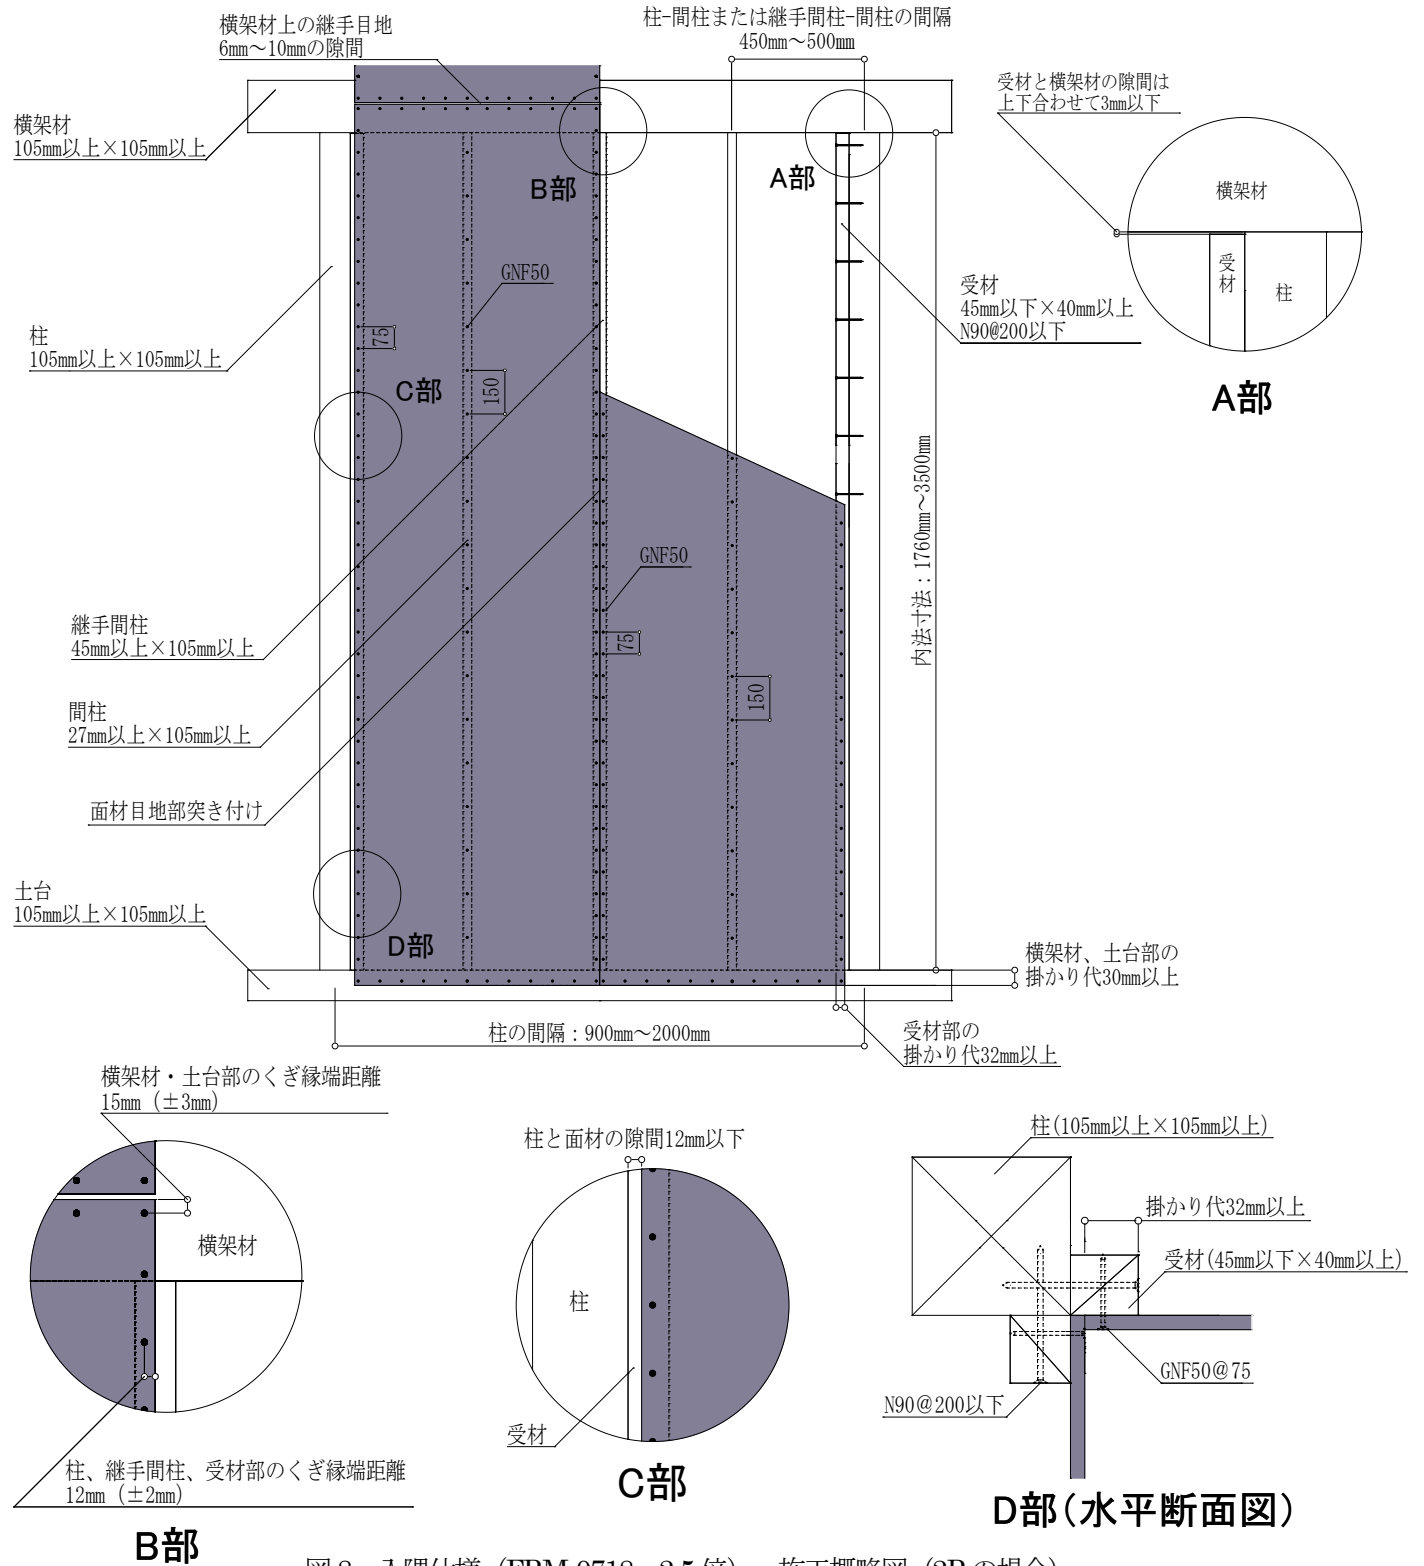

図8 入隅仕様 (FRM-0718 : 2.5倍) 施工概略図 (2Pの場合)
施工においては、図8および注意事項に記載の内容を遵守してください。
- ・タイガーEX プログレは、原則1枚張りとします。縦継ぎ張りについては、P24「⑧縦継ぎ張りについて」をご確認ください。
- ・図8は2Pの施工例となっておりますが、1Pの場合も耐力壁とできます。